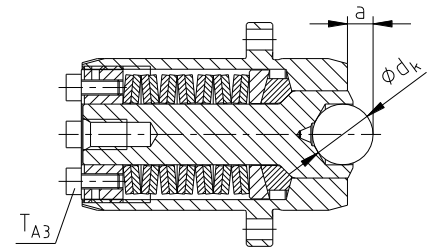

Fig. 9
- Mesurez la cote de contrôle a ; le cas échéant, ajustez la cote (voir figure 9 et tableau 7).
- Serrez la vis à tête cylindrique ① • dans la calotte aux couples de serrage T_{A1} indiqués dans le tableau 7.
- Insérez la bille de contrôle $\varnothing d_k$ (voir figures 9 et 10 et tableau 7).
- Graissez la calotte, la bille, les boulons, les segments et la cavité conique avec de la graisse Molykote. Remontez l'élément de débrayage conformément à la figure 9 et/ou 15.